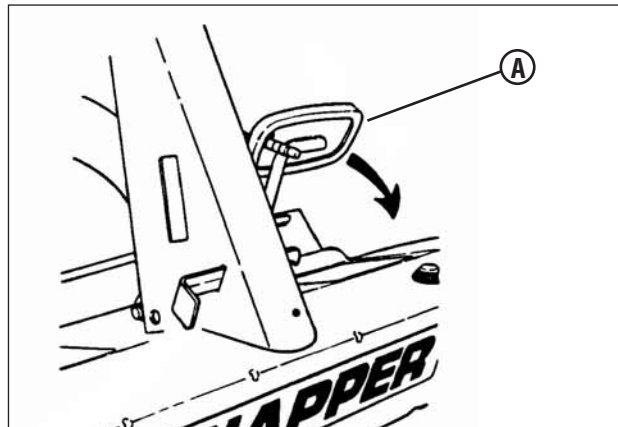

Figura 5: Acionando o pedal de embreagem/freio
4. Pressione o Pedal da Embreagem/Freio (A, Figura 5) até o fim e mantenha-o assim enquanto dá a partida no motor.